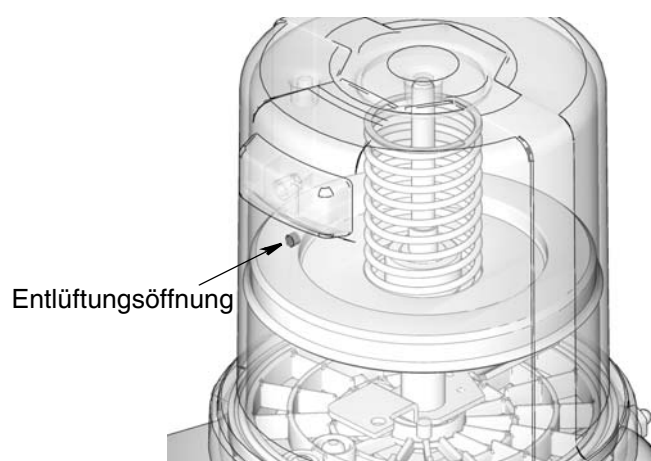

ABB. 9
3. Speicher mit Schmiermittel befüllen, bis Dichtung der Folgeplatte Entlüftungsöffnung erreicht (ABB. 9) und Großteil der Luft aus Speicher entwichen ist.